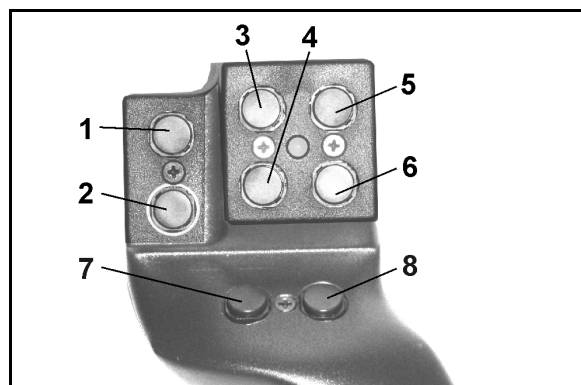
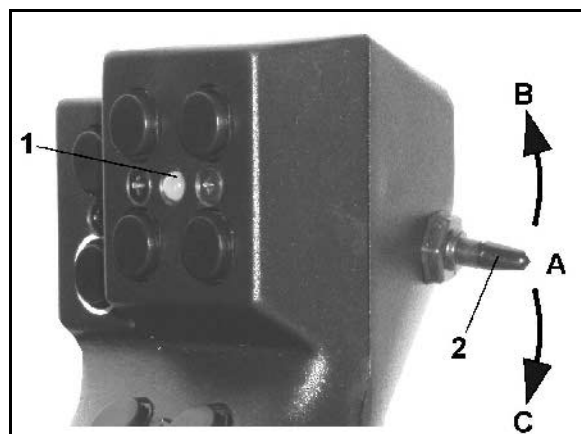

Fig. 55
Fig. 56
Til betjening af **AMATRON⁺** har multifunktionsgrebet (Fig. 55) 8 taster (1 - 8) til rådighed. Desuden kan man ved hjælp af kontakten (Fig. 56/2) ændre tasternes funktion tre gange.
- midterposition (Fig. 56/A) og kan trykkes
- opad (Fig. 56/B) eller
- nedad (Fig. 56/C).
Kontaktens position vises med en LED-lampe (Fig. 56/1).